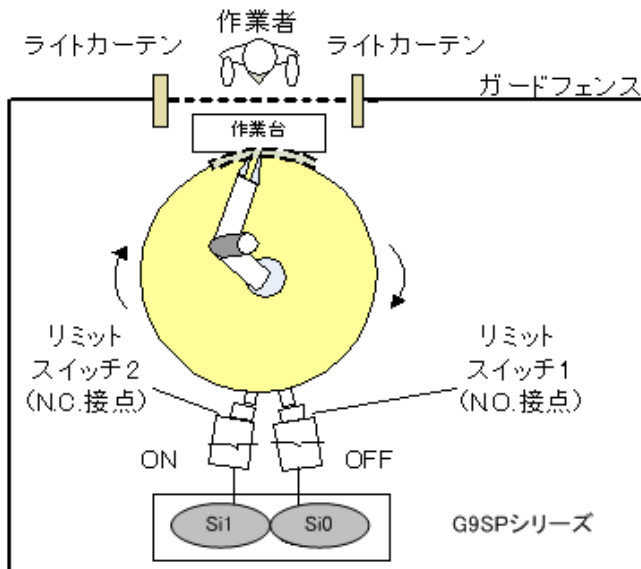

図 1： 機械の危険部分が人体側にある状態
- 図 1 では、N.O.接点のリミットスイッチ 1 (S1) が OFF、N.C.接点のリミットスイッチ 2 (S2) が ON です。